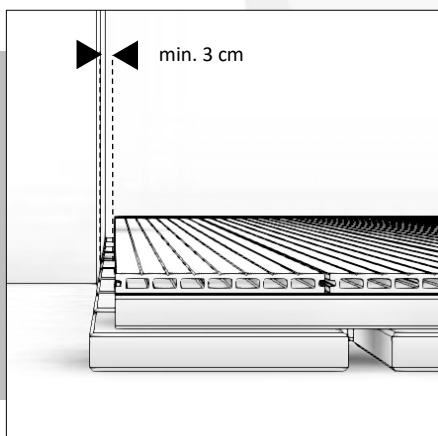

FIG. 4
- Houd rekening met uitzetting, ventilatie en zorg voor voldoende afstand (3 cm) tussen ieder onderdeel van uw terras en obstakels als muren, schuttingen, bomen, etc. (Fig. 4).
- Houd rekening met uitzetting, ventilatie en zorg voor voldoende afstand (3 cm) tussen ieder onderdeel van het terras en obstakels als muren, schuttingen, bomen, etc. (Fig. 4).